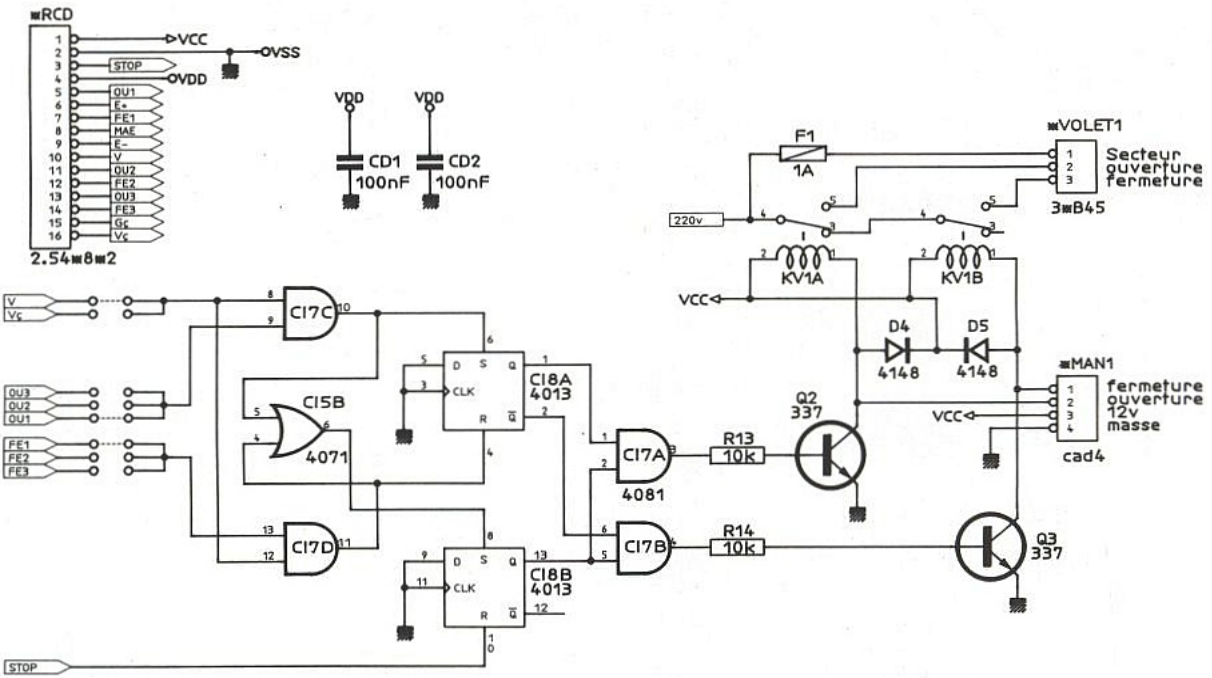
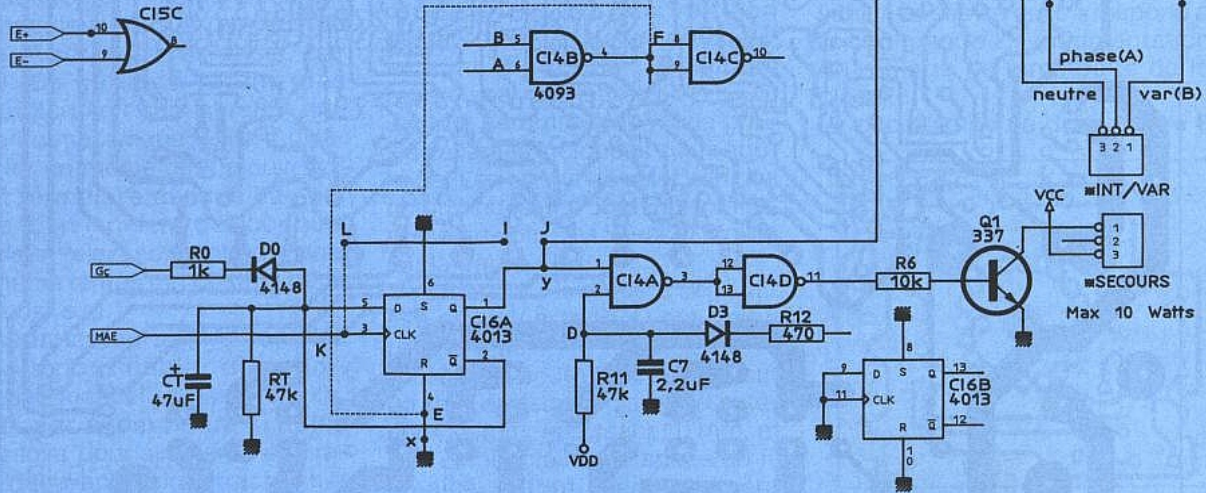

Figure 5b
Figure 5e
### Commande des moteurs (figures 5b à 5d)
trois moteurs. Prenons comme exemple le premier moteur avec la **figure 5b** : un premier strap permet de choisir entre moteur de volet (V) ou autre (V\), deux autres straps permettent de choisir le groupe de commandes O/F (1 à 3) qui actionnera le moteur. Ceci permettra, par exemple, de coupler deux moteurs sur la même commande.
La **figure 5e** fait apparaître les options de câblage qui ont été prévues sur la carte de puissance pour la partie éclairage.
Pour échapper au double face, il a fallu passer par quelques straps (8 en dehors des options). Ils sont représentés par des traits en pointillés sur les tracés du circuit imprimé (**figure 6a**). Les straps repérés par des lettres (A-B, C-D, etc.) ne seront à établir que pour les variantes indiquées sur la **figure 5e**. Les straps de sélection des commandes (fig. 5b à 5d) sont représentés par des lignes d'étoiles sur la **figure 6b**.